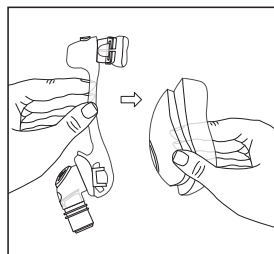

Figura 8
3. **Cuscinetto della maschera** - Afferrarlo e staccarlo dalla struttura della maschera (Figura 8).